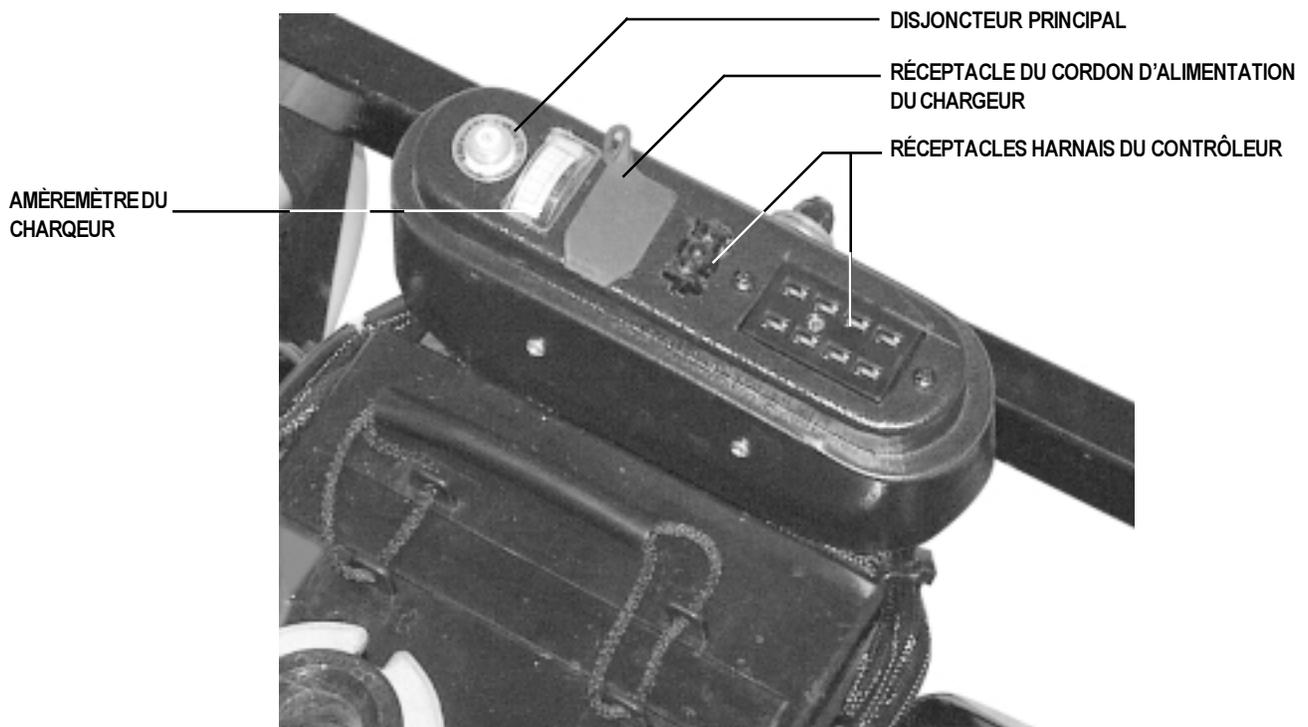

Figure 3. Boîtier De Branchement (sans siège électrique)
Le boîtier de branchement est situé à l'arrière du Jazzy (voir la figure 3). Vous y trouvez le cordon du chargeur de batterie, l'ampèremètre, le disjoncteur principal, les connecteurs de contrôle.
Ampèremètre : affiche le courant sous forme d'ampère (voir la figure 3). Pour plus d'informations, consultez la section VII.
1. Débranchez le harnais électrique (voir la figure 3).